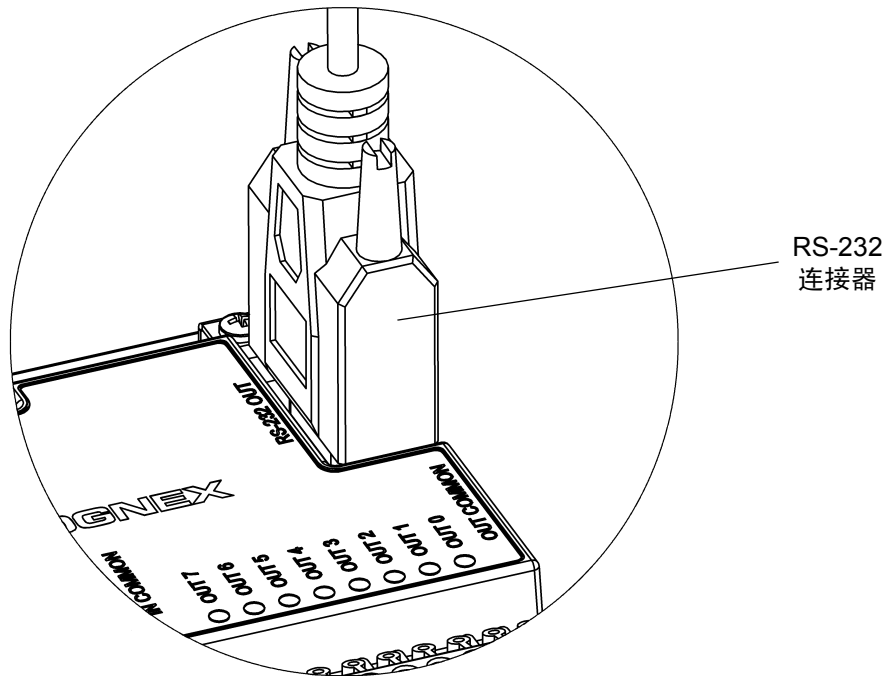

图 2-8: 连接 RS-232 电缆
8. 如果要将在-Sight 视觉系统连接到串行设备，可将 RS-232 串行电缆（DB9 连接器）插入 I/O 模块的 RS-232 端口，如图 2-8 所示，然后将电缆另一端连接到串行设备。拧紧连接器螺丝，确保连接到 I/O 模块。